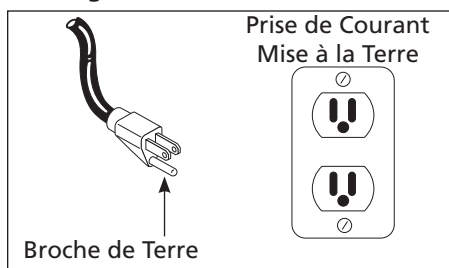

Figure 2 - Méthode de Mise à la Terre
3. Ce produit est conçu pour l'utilisation d'un circuit de 120 volts et a une fiche de mise à la terre comme celle indiquée sur la Figure 2. S'assurer que l'appareil est branché à une prise de courant